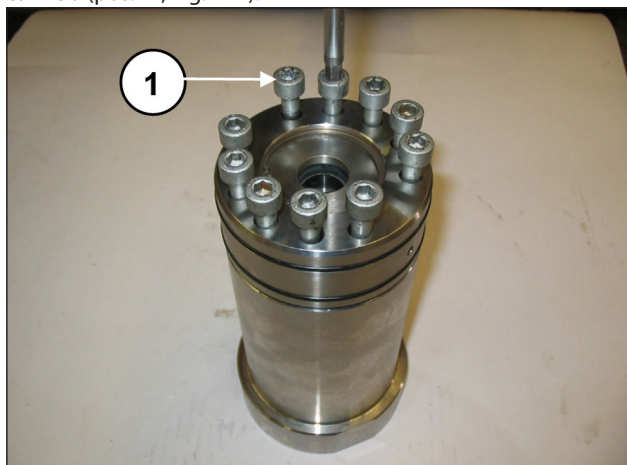
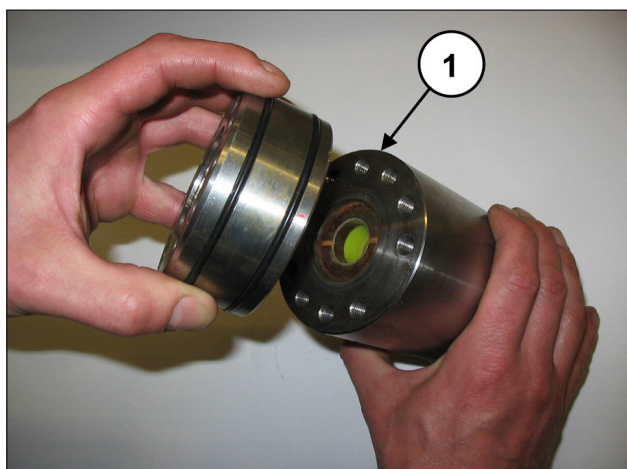

Fig. 110
Fig. 111
Rimuovere le viti M8x50 fissaggio supporto a camicia (pos. ①, Fig. 110) e procedere alla separazione del supporto dalla camicia (pos. ①, Fig. 111).